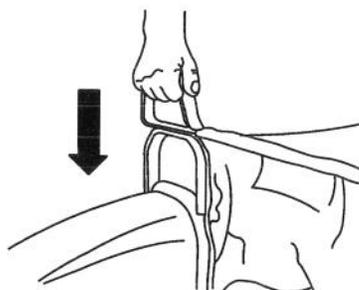

Figure 46
11. Saisir la poignée du sac et la glisser sur le collet de la chute d'herbe (Fig. 46). Pousser la poignée vers le bas jusqu'à ce qu'elle soit correctement installée.